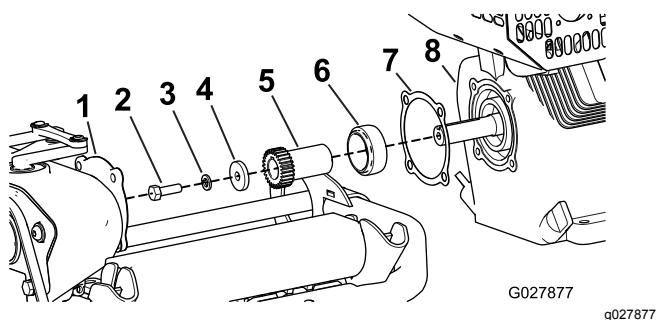

Figura 7
14. Rimuovete e conservate tutta la bulloneria dell'albero di uscita del motore (Figura 7).